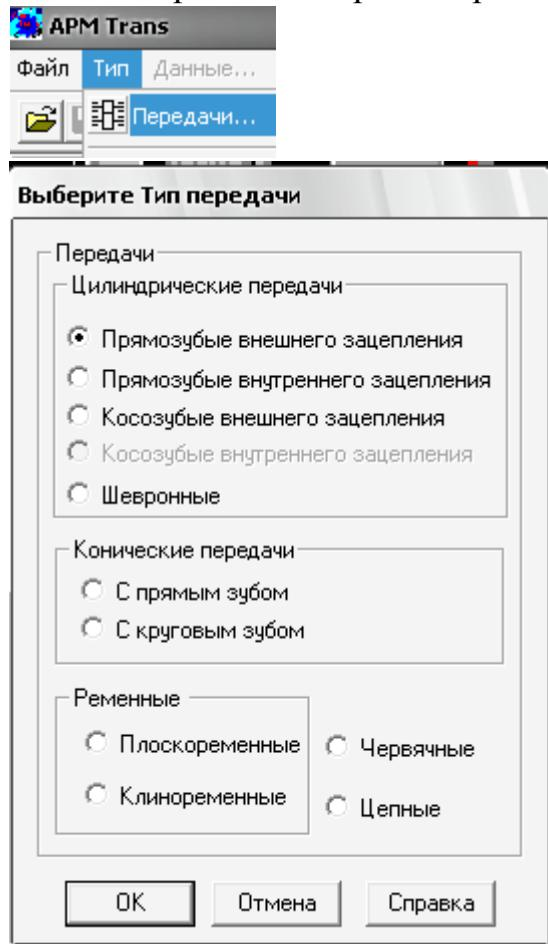

рис.3.1 Меню выбора типа передачи
3.2.1 Выбрать тип передачи рис.3.1